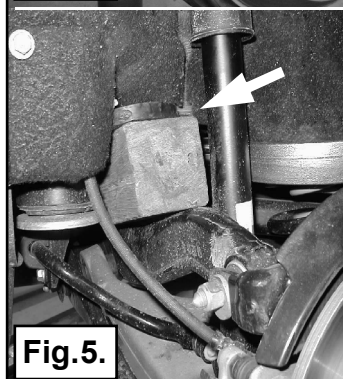

Fig.5.
4. Bloquez éventuellement l'essieu arrière au moyen d'une cale de bois (voir fig. 5), de sorte que l'essieu arrière ne puisse pas remonter lorsque le compresse-ressort est tendu, car dans ce cas, le ressort se détache plus rapidement.
4. Sätt en träbit vid bakaxeln (se fig. 5) så den inte slår ihop när du pressar ihop fjädrarna.